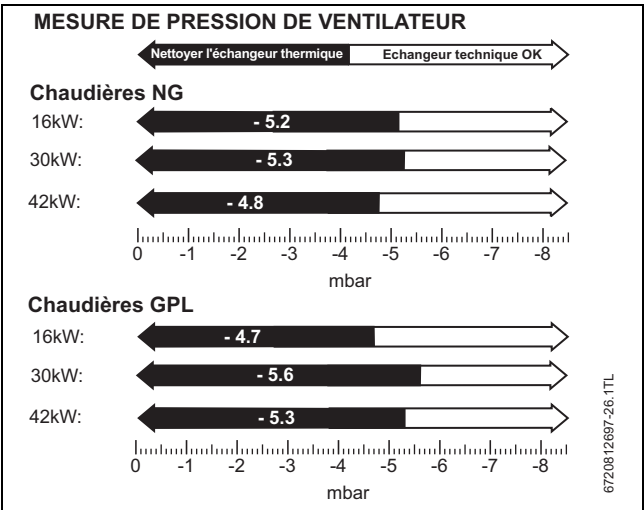

Fig. 51 Résultats de pression de commande de ventilateur
- La mesure de pression affichée sera négative, se référer au diagramme dans la fig. 51 ci-dessous.